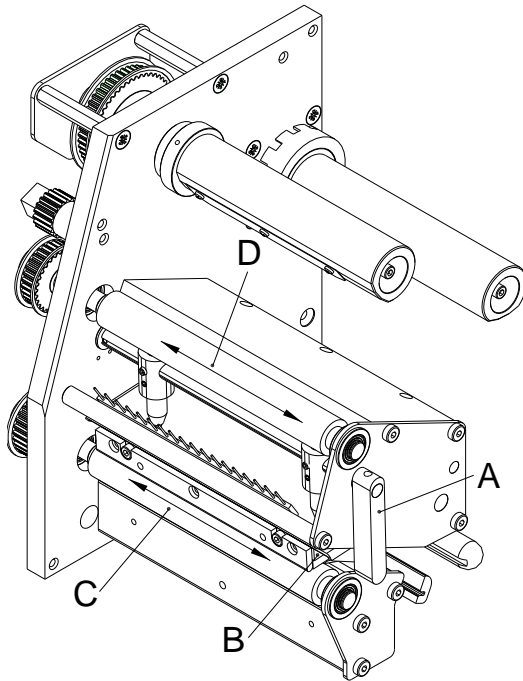

Abbildung 13
2. Roten Andruckhebel (A, in Abbildung 13) gegen den Uhrzeigersinn drehen, um den Druckkopf zu entriegeln.
7. Andruckhebel (A, in Abbildung 13), bis er einrastet im Uhrzeigersinn drehen, um den Druckkopf anzuklappen.
4. Lichtschanke (A) mit Druckgas-Spray ausblasen. Die Anweisungen auf der Dose beachten!
5. Etiketten-Lichtschanke (A) kann zusätzlich mit einer Reinigungskarte (B) die zuvor mit reinem Alkohol befeuchtet wurde, gereinigt werden. Die Reinigungskarte ist hin und her zu schieben (siehe Abbildung).